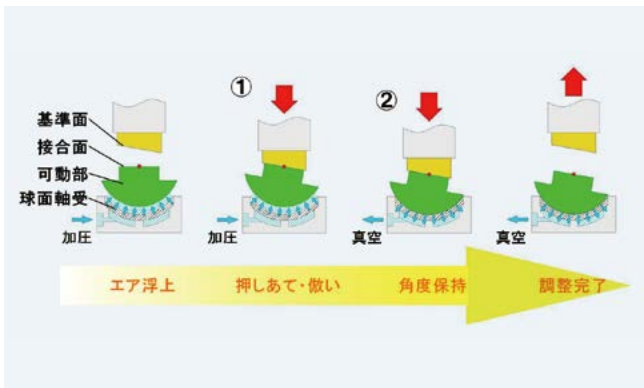

Fig. 5 面做い
エアジャイロの平行調整の動作をFig.5に示す。可動部(接合面)は球面空気静圧軸受で非接触支持されており、接合面に基準面を押し当てると、可動部が回転して基準面の傾きが接合面に転写され(面做い)、調整した姿勢は保持装置によって固定することができる。面做い方式によれば、①押し当て・做い動作と②保持動作のわずか2ステップで平行調整が完了する。